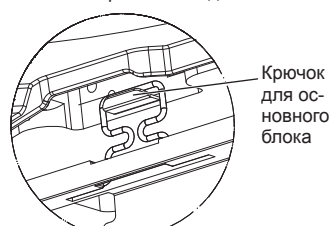

Fig. 6-6
- После затяжки винта убедитесь, что два крючка решетки (Fig. 6-6) зафиксированы на крючках на основном блоке.